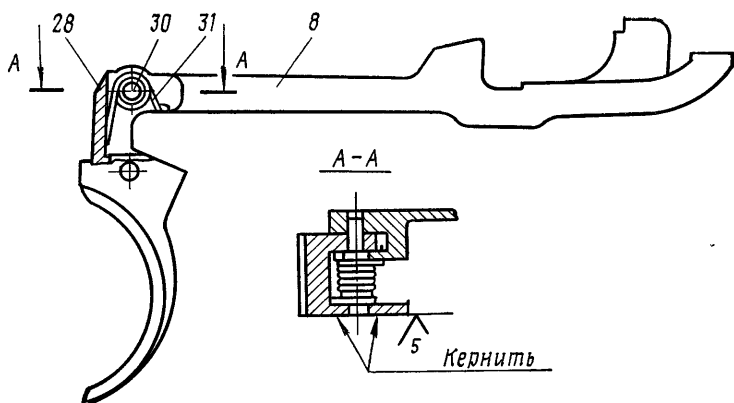

Рис. 48. Постановка оси тяги:
13.3. Собрать спусковую тягу 8, спусковой крючок 28 с новой пружиной спуска 31; запрессовать ось тяги и кернить в двух точках один конец оси тяги по рис. 48.